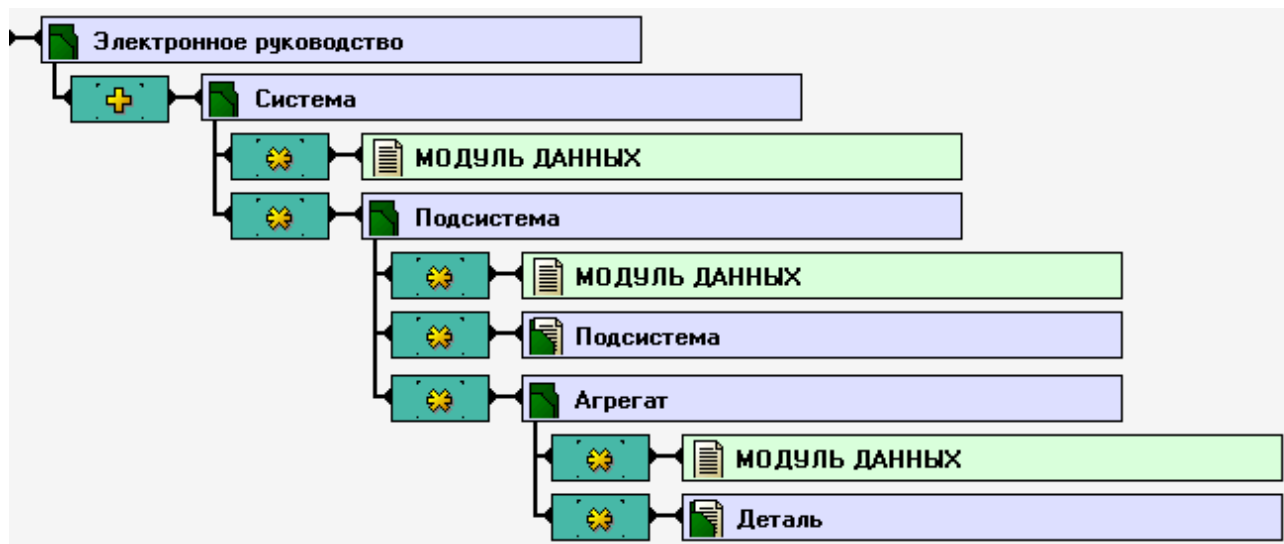

Рис. 2.47
Элемент **Агрегат** рассматриваемого шаблона состоит из **Модуля данных** и **Детали** (Рис. 2.47).
**Индикатор**  у элементов, входящих в элемент **Агрегат**, показывает, что элемент **Агрегат** будущего проекта может не иметь совсем или иметь любое количество **Модулей данных** и **Деталей** (Рис. 2.47).